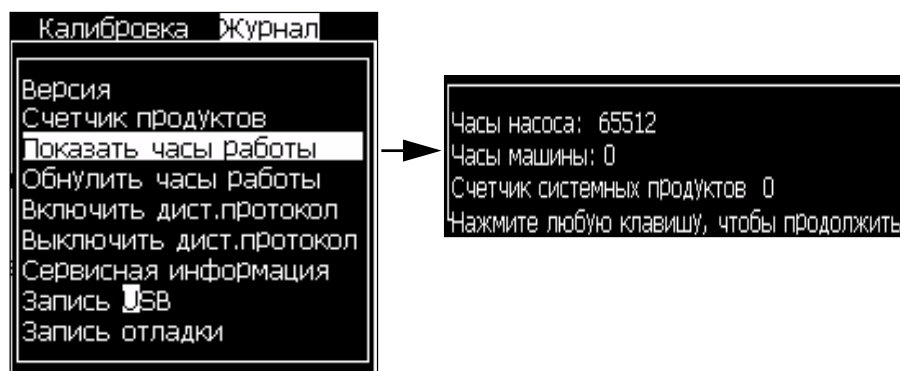

Рисунок 4-17: Просмотр часов работы
- 1 Выберите опцию “View Run Hours” (просмотр часов работы) (смотрите Рисунок 4-17) из меню “Data Logging” (регистрация данных). Появится диалоговое окно “run hours” (часы работы).